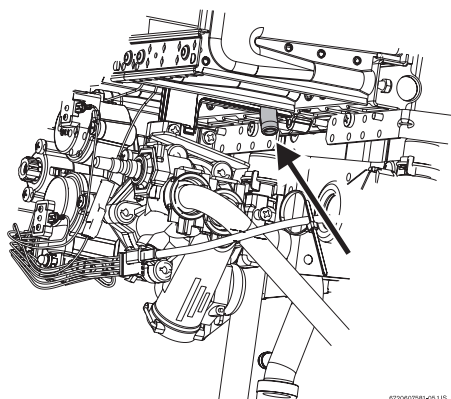

Fig. 13 Punctul de măsurare a presiunii
- ▶ Se deșurubează șurubul de închidere (fig. 13).